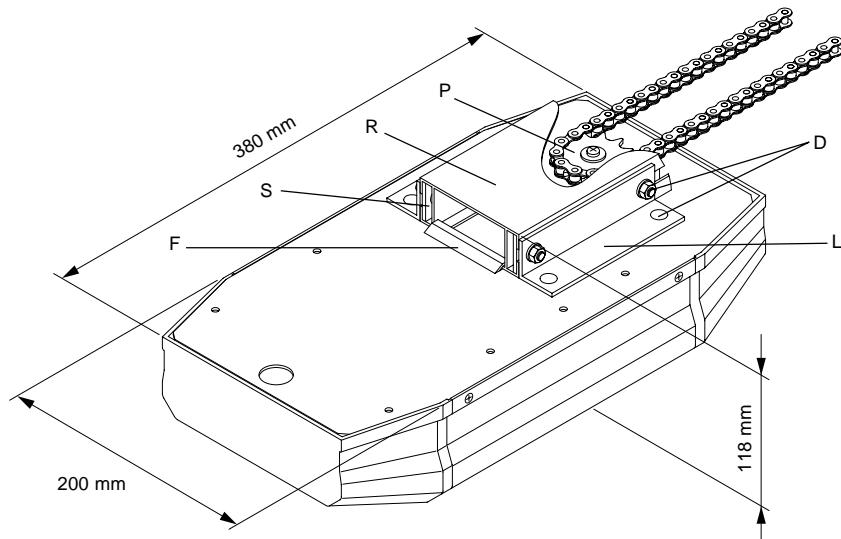

Fig.3
3.1 Inserire la catena nel pignone motore P; inserire poi uno spezzone di rotaia in alluminio R tra la staffa di serraggio S e quella ad angolo L (dopo averne allentato gli otto dadi D) vedi fig. 3. Durante questa fase accertarsi che la rotaia si inserisca nell'apposita feritoia F.
3.1 Insert the chain into the motor pinion P; insert then a piece of aluminium rail R between the tightening and the angle flasks S and L (after unloosening the 8 nuts D), see fig. 3. Make sure during this phase that the rail enters the special slit F.
3.1 Die Kette in das Motorritzel P einziehen; dann ein Stück Aluminiumschiene R zwischen den Spannbügel S und den Eckbügel L (nach Lockern der 8 Muttern D) einsetzen, siehe Bild 3. Während dieses Vorgehens vergewissern Sie sich, daß die Schiene sich in den für sie vorgesehenen Schlitz F einfügt.
3.1 Insérer la chaîne dans le pignon moteur P. Insérer ensuite un morceau de rail en aluminium R entre la patte de serrage S et de celle à angle L (après avoir desserré les huit écrous D) voir fig. 3. Durant cette phase, veuillez vous assurer que le rail s'insère dans la fente appropriée F.
3.1 Insertar la cadena en el piñón del motor P; insertar después un tramo de guía de aluminio R entre la pletina de enganche S y la angular L (luego de haber aflojado las 8 tuercas D), véase fig.3. Durante esta fase asegurarse de que la guía se inserta en la correspondiente embocadura F.